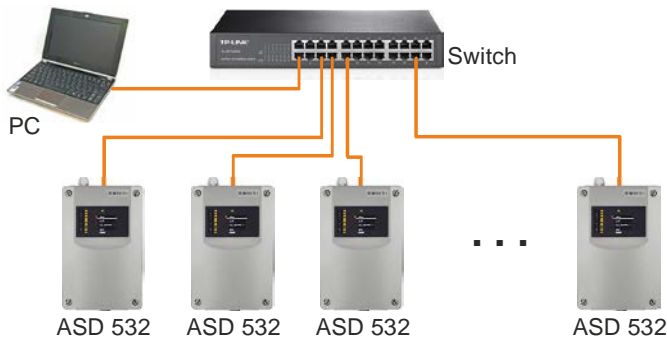

Abb. 53 Aufbau einer Ethernet ASD-Vernetzung
- Die Leitungslänge zwischen den Teilnehmern wie in **Abb. 53** dargestellt (Switch – ASD / Switch – PC) beträgt maximal 100 m.